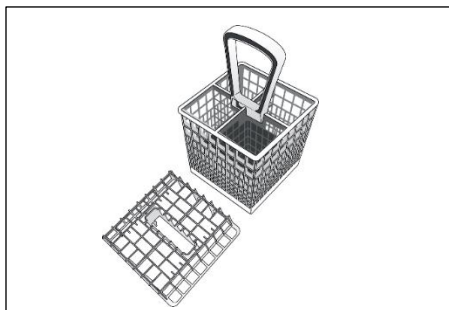

Fig. 5
• AQUAPROTECT - TUBO DE SUMINISTRO CON PROTECTOR (fig. 5):
- Los cubiertos se colocarán con el mango hacia abajo en el depósito contenedor de plástico que después se introducirá en el cesto inferior (fig. 5) asegurándose que no bloqueen la rotación del rociador.
La parte superior del cesto para los cubiertos, puede ser removida, para poder ofrecer distintas posibilidades de carga. (fig.5).